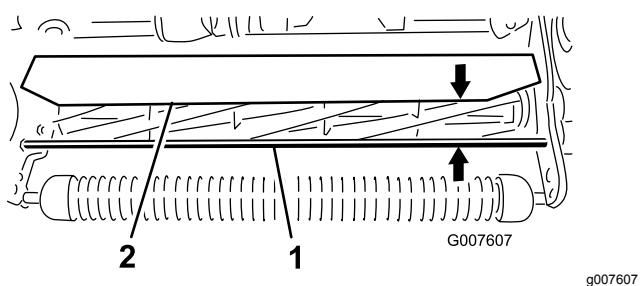

Figura 58
1. Meça a distância da parte superior da barra de apoio da frente à borda frontal do resguardo em cada extremidade da unidade de corte (Figura 58).